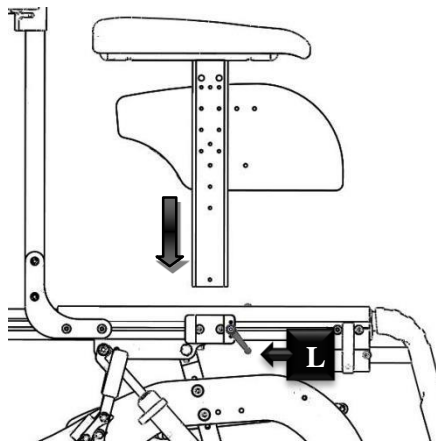

Abbildung 6
Bezugnehmend auf Abbildung 6 den Hebel (L) betätigen, um die Armlehne zu entriegeln, sie auf die gewünschte Höhe einstellen und mit dem Hebel (L) erneut verriegeln.